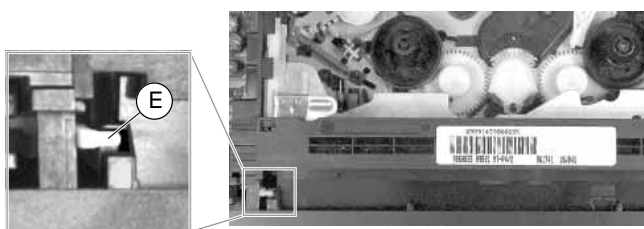

Fig. 5
**Hinweis zum Zusammenbau:** Beim Aufstecken der Frontblende von vorne auf das Gerät ist die Cassettenklappe so nach innen zu drücken, daß der Hebel in die Führung (Fig. 5) der Cassettenklappe eintaucht.
**Note:** When attaching the front panel from the front to the video recorder press the cassette lid inwards so that the lever engages with the guide (Fig. 5) of the cassette lid.